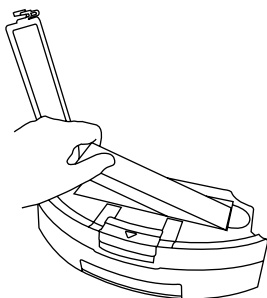

Figura 1
1. Abra la tapa que da acceso al filtro HEPA para limpiarlo (figura 1). El filtro HEPA no puede limpiarse porque se deterioraría.